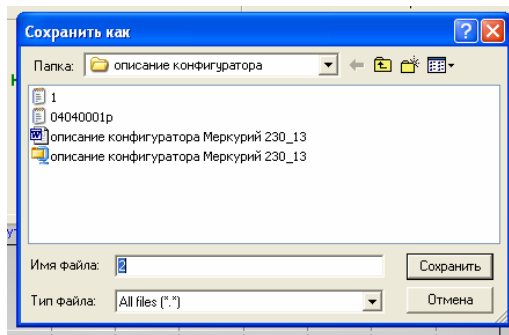

Рис.29
1. в окне «Профиль мощности» нажать кнопку «Сохранить в файле». При этом появляется диалоговое окно «Сохранить как» (рис. 29);